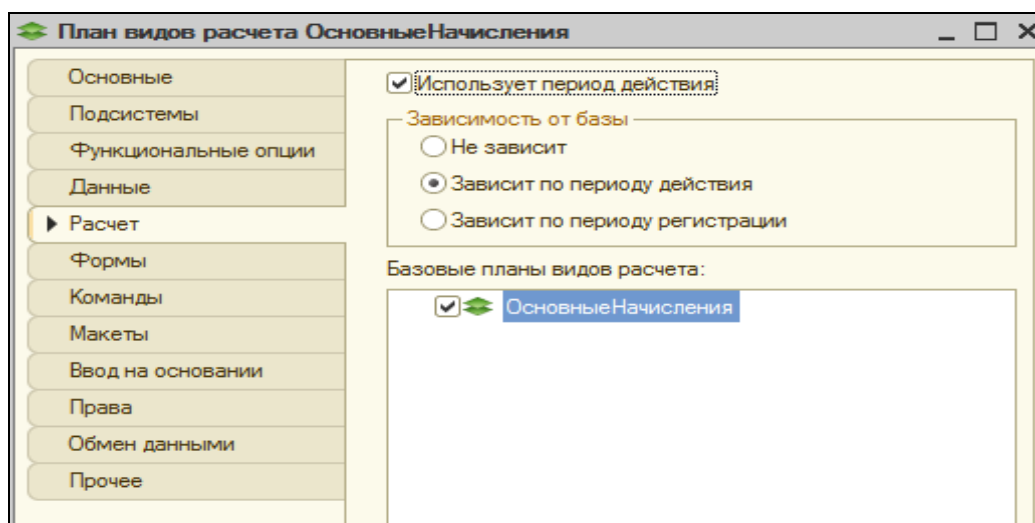

Рисунок 8.1 Определение использование периода действия
4. В качестве базового плана видов расчета указать его самого (рис.8.1).